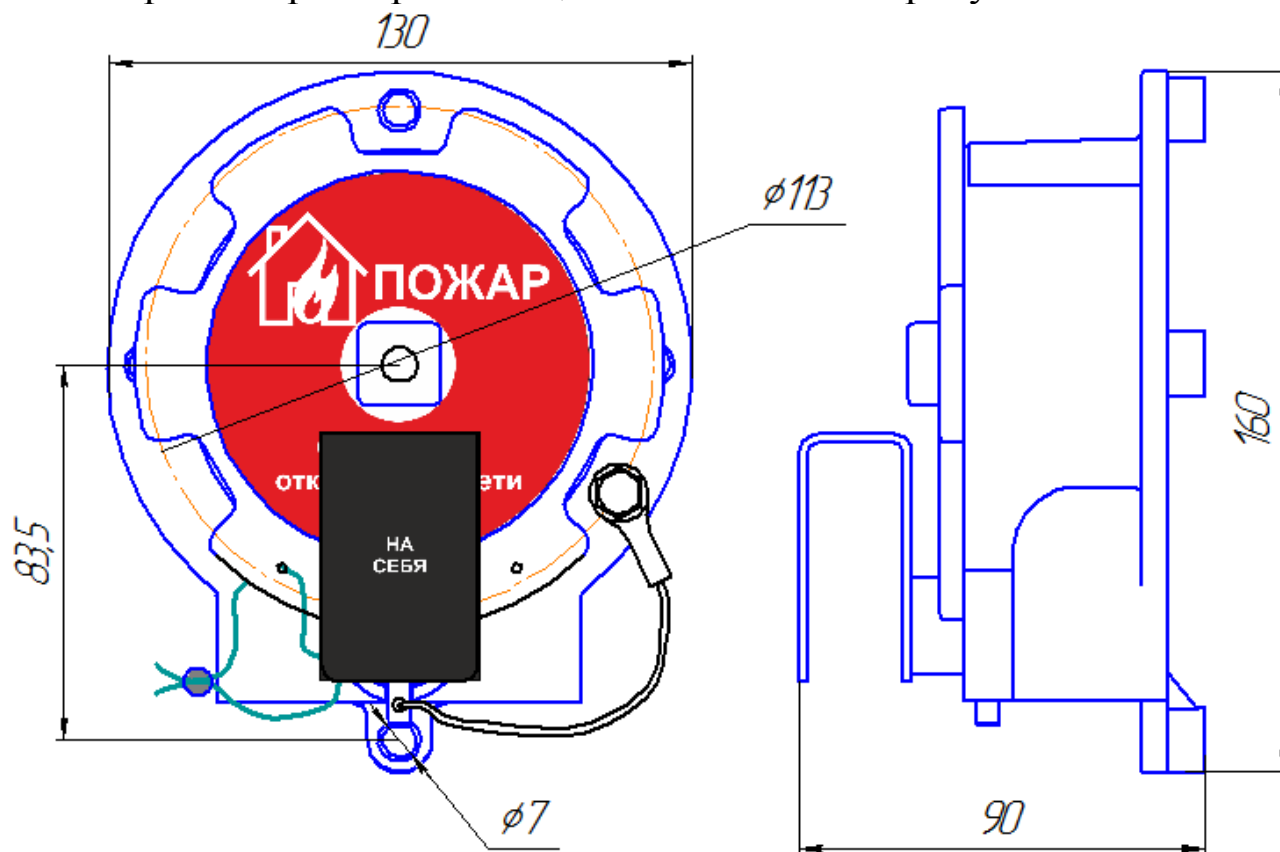

Рис. 1 – Извещатель пожарный ручной взрывозащищенный
- определить место установки и разметить место крепления, рис. 1;
- далее необходимо произвести опломбирование. Опломбирование производит эксплуатирующая организация при помощи опломбировочной проволоки диаметром до 0,2 мм, рис. 1.